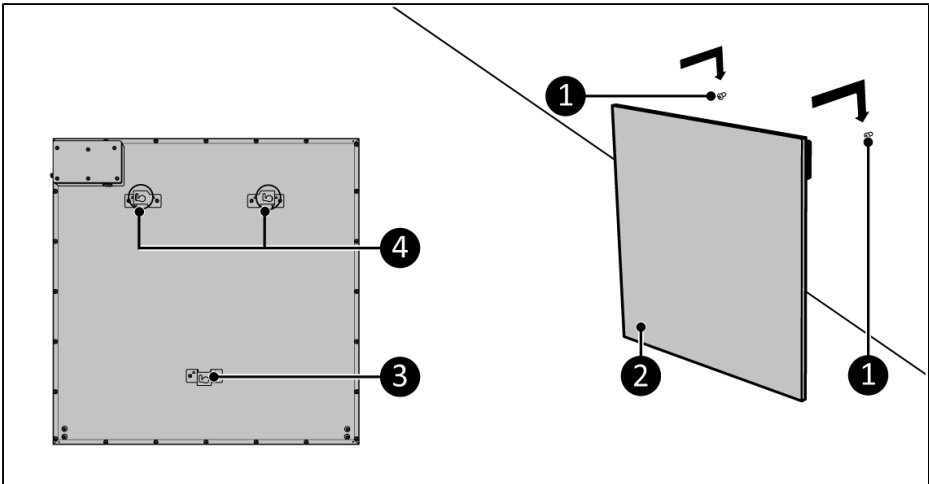

Abbildung 38.
5. Platzieren Sie die Halterungen (Abbildung 38, Pos. 4) auf der Rückseite des Geräts über den Schrauben in der Wand (Abbildung 38, Pos. 1).
7. Die Abstandshalterung (Abbildung 38, Pos. 3) hält die Geräteunterseite von der Wand fern.